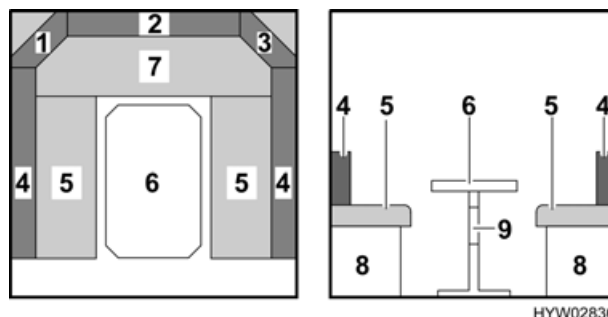
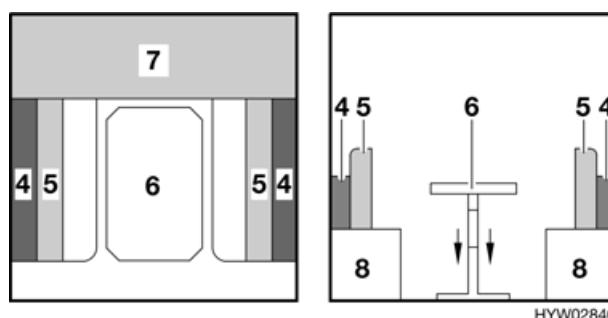

Fig. 39 Prima della trasformazione
Fig. 40 Durante la trasformazione
- Collocare i cuscini dello schienale (Fig. 39,1, Fig. 39,2 e Fig. 39,3) sotto il tavolo.
- Sistemare i cuscini del divano (Fig. 39,5).
- Sollevare la maniglia (Fig. 39,9) sul tavolo (Fig. 40,6) verso l'alto e tirarla leggermente.